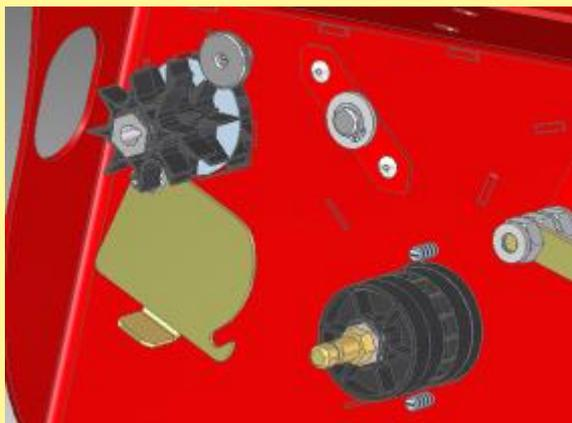

Рис. 31
- После этого можно установить в устройство новый высевающий вал (Рис. 31).